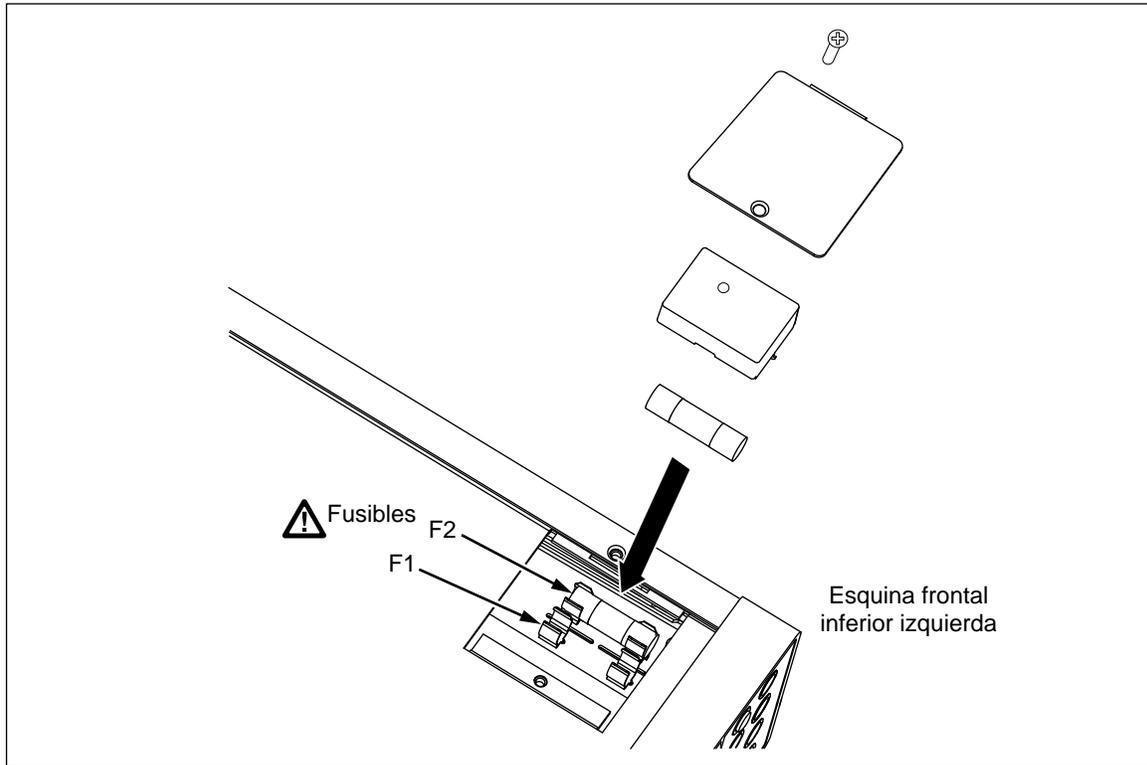

Figura 2-2. Reemplazo de los fusibles de entrada de corriente
3. Retire los tornillos de retención en la puerta de acceso a los fusibles localizada en la parte inferior del multímetro. Vea la figura 2-2.